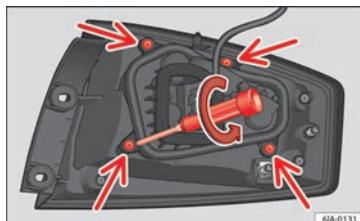

Fig. 155 Parafusos de fixação na parte posterior da unidade de luz traseira.
- Desaperte os quatro parafusos de fixação do porta-lâmpadas para a esquerda com a chave de fendas fornecida ou com uma chave Torx 20 (T20) » Fig. 155. Ter cuidado para não perder os parafusos de fixação do porta-lâmpadas.